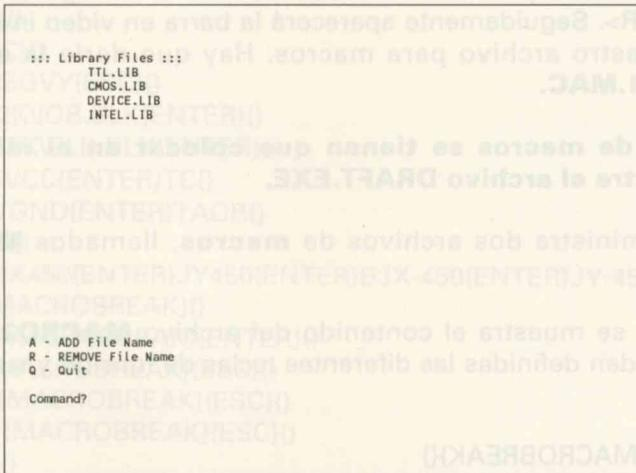

Figura 1.5
Para configurar las librerías que vamos a necesitar a la hora de extraer componentes para nuestros esquemas, basta pulsar **LF** desde el menú de configuración con lo que se nos mostrará un menú (ver figura 1.5) con las opciones de **AÑADIR (A)** una librería; **ELIMINAR (R)** una librería o **VOLVER (Q)** al menú de configuración.